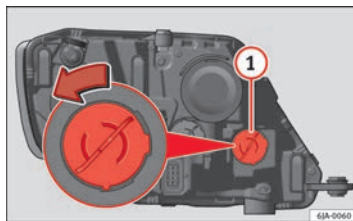

Fig. 151 Substituição da lâmpada das luzes indicadoras de mudança de direcção
- Rode o porta-lâmpadas ⇒ Fig. 151 ① para a esquerda e retire-o.